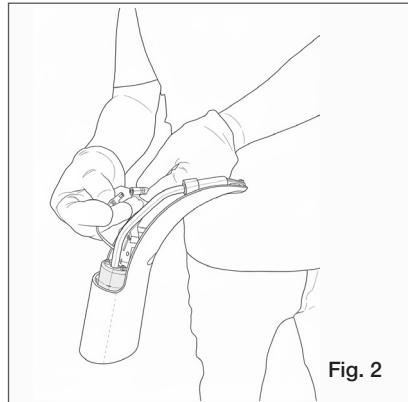

Fig. 2
3. Voltar a ligar o cabo de alimentação, garantindo que não permanece em frente ao sensor (fig. 2).